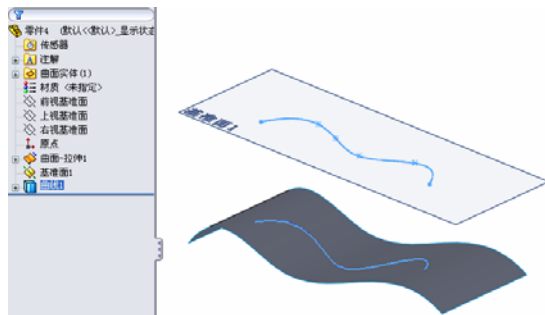

图 7-33 投影曲线及 FeatureManager 设计树
⑪ 确认设置。单击属性管理器中的“确定”图标按钮，生成所需要的投影曲线。投影曲线及其 FeatureManager 设计树如图 7-33 所示。